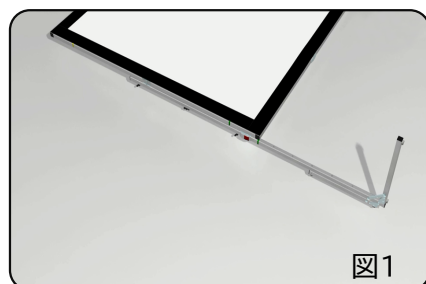

図1
- T-Legスタンド使用の場合は図1～図3のようにスクリーンを起こします。